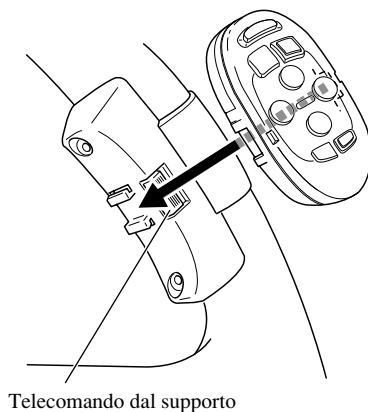

Fig. 11
4. Installare l'unità del telecomando sul supporto. (Fig. 11)